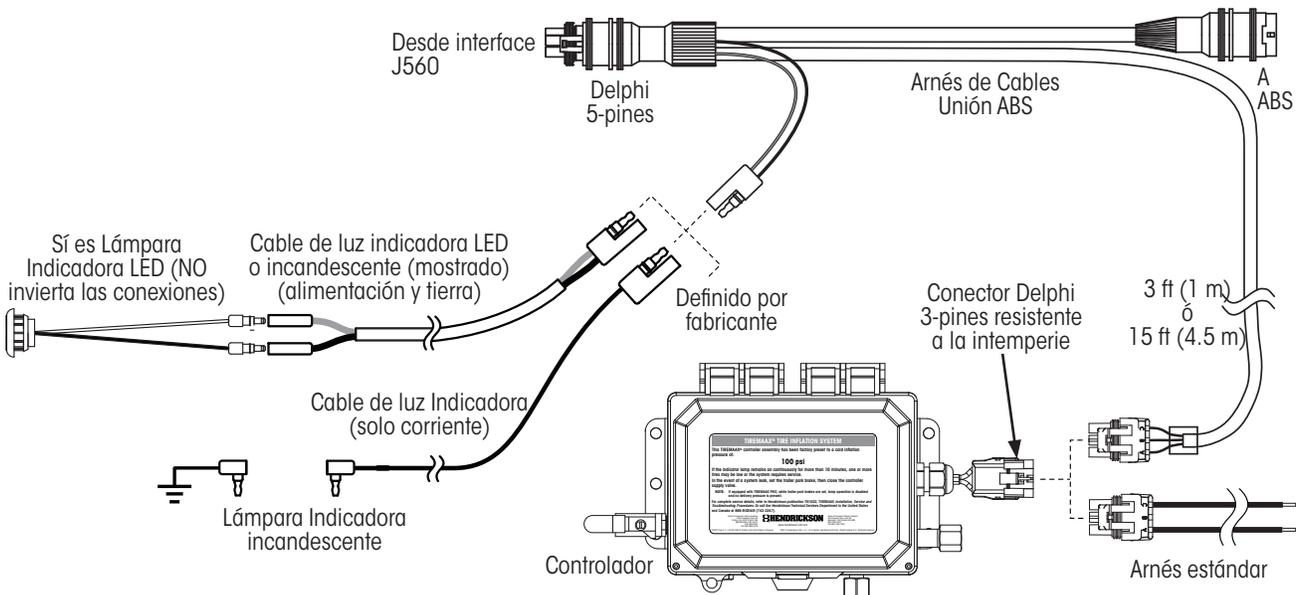

Figura 44: Opciones de Arnés de cables y lámpara indicadora
Consulte la información proporcionada en la Figura 44 antes de continuar.
1. Usando la Figura 44 en la página 34: **Desconecte** el conector de corriente de Delphi 5 pines ABS.
4. **Conecte** el Conector Delphi 3-pines resistente a la intemperie en el ensamble del controlador mostrado en la Figura 44 en la página 34.
A menos que esté configurada con la opción de lámpara, la lámpara indicadora montada al remolque (incandescente o LED) **NO se proporciona** con el sistema TIREMAAX®. Consulte Figura 44 en la página 34 para la lámpara indicadora y opciones de cableado y detalles. Para referencia consulte el TMC RP 161 y 704.
3. **Conecte** los cables de la lámpara indicadora acorde a la información proporcionada en la Figura 44 en la página 34 y las instrucciones de instalación de arnés de cables en la página 35.